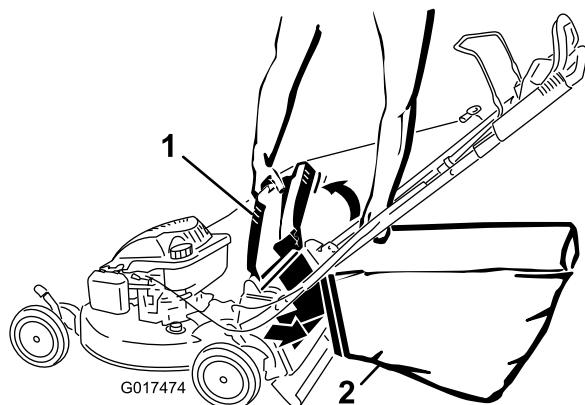

Figure 27
- Accrochez le bord supérieur avant du bac sur les crans (Figure 27).